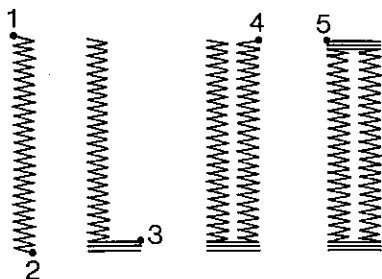

Fig. 37
1. Erste Raupe bis Punkt 2 (Abb. 37) nähen. Handrad nach vorne drehen, bis die Nadel oben steht.
1. Sew the first buttonhole seam up to point 2 (Fig. 37). Turn the balance wheel toward you to raise the needle.
1. Coudre la 1^{re} lèvre jusqu'au point 2 (fig. 37). Tourner le volant vers l'avant, jusqu'à ce que l'aiguille se trouve en position haute.
1. Cucire la prima costina fino al punto 2 (fig. 37). Girare il volantino in avanti finché l'ago si trova nella posizione superiore.